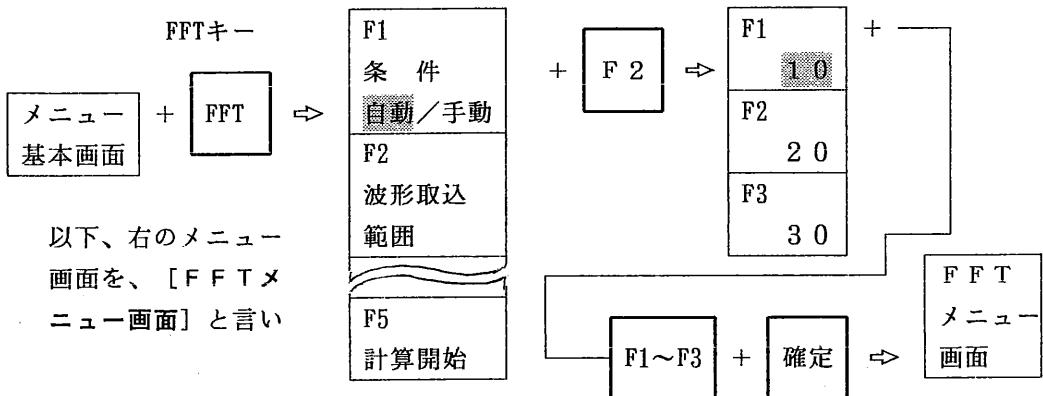

図 7.2.2 自動 FFT の手順
- ① 機能キー [FFT] を 1 回押します。図 7.2.2 に示す選択メニューがメニューエリアに表示されます。
- ② 選択キー [F2] を 1 回押します。メニューエリアには、図 7.2.2 に示す波形取込範囲の選択メニューが表示されますから、次の基準を参考にして、数値を選択します。
- (1) 広帯域と予想される場合 $N = 10$
(2) 狹帯域と予想される場合 $N = 20 \sim 30$